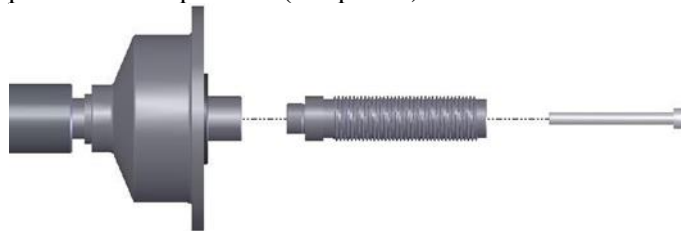

Рис.1
4.2.2 Установите переходник. Стенд поставляется в комплекте с переходником конусного типа для крепления колеса с центральным отверстием. (см. рис. 1).